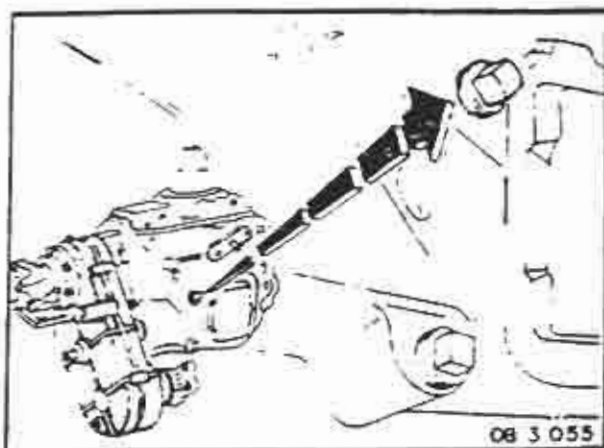

FIGURA 8
4. Remover o bужão de nível e abastecimento (figura 8). Limpar o bужão.
2. Remover o bужão de nível e abastecimento (figura 8). Limpar o bужão.